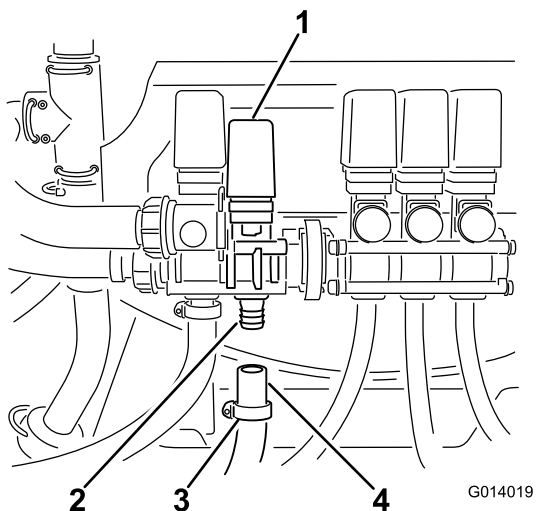

図 27
- 4. ホースクランプ1個をゆるめてホースに通す図 27。